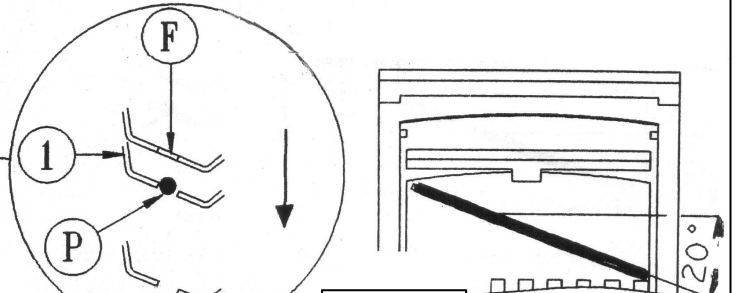

Fig. 22
Depois de desmontar o deflector, desapertar o parafuso (A) (chave de tubo H 10), soltar parcialmente o manipulador e a sua haste de comando, sem os extrair da grelha, para libertar a placa (**Fig. 22**).